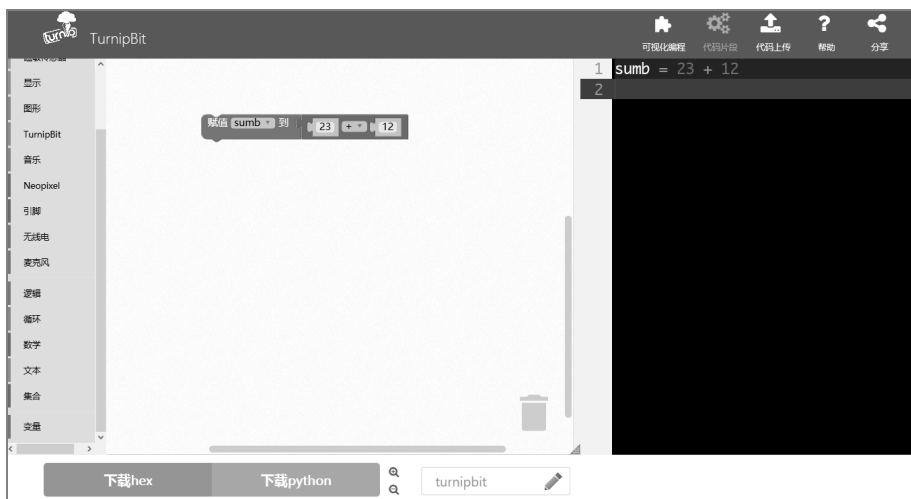

图 4-3 给 sumb 赋值
② 选择“赋值 sumb 到”给 sumb 赋值。由于 $\text{sumb}=23+12$ ，所以从块选择区中选择“数学”下的“1+1”，拼插在“赋值 sumb 到”，此时代码显示区出现“ $\text{sumb}=23+12$ ”，如图 4-3 所示。